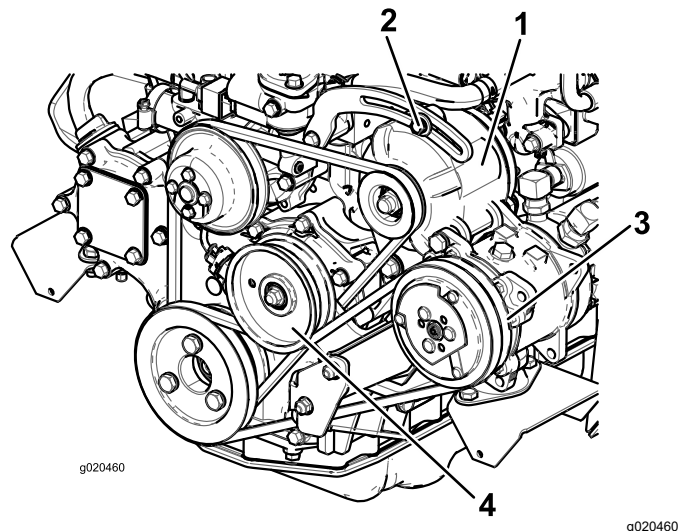

Figura 79
Se la flessione non è di 10 mm, allentate i bulloni di fissaggio dell'alternatore (Figura 79).
2. Se la flessione non è di 10 mm, allentate il bullone di fissaggio della puleggia tendicinghia (Figura 79).